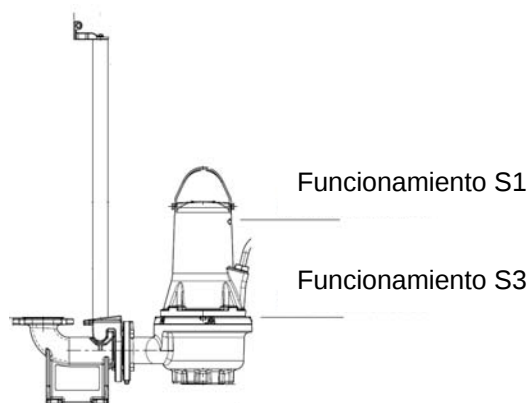

Fig. 2 Niveles de parada
- **Funcionamiento S1** (funcionamiento continuo), la bomba siempre debe estar cubierta por el líquido bombeado hasta la parte superior del motor. Véase la fig. 2.
- **Funcionamiento S3** (funcionamiento intermitente), la bomba deberá estar siempre cubierta hasta la parte superior de su cuerpo con el líquido bombeado. Ver fig. 2.